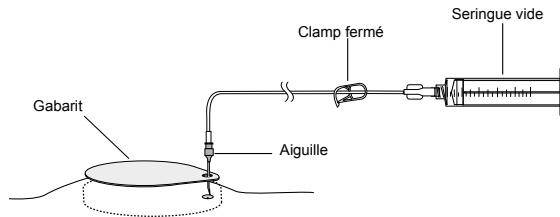

Figure 10. Fermer le clamp et insérer l'aiguille dans le site d'accès au cathéter.
1. Recourir à des techniques stériles pour assembler l'aiguille, la tubulure d'extension et la seringue vide (Figure 10).
2. Fermer le clamp et insérer délicatement l'aiguille dans le septum du site d'accès au cathéter jusqu'à ce que l'aiguille touche l'arrêt d'aiguille (Figure 10).